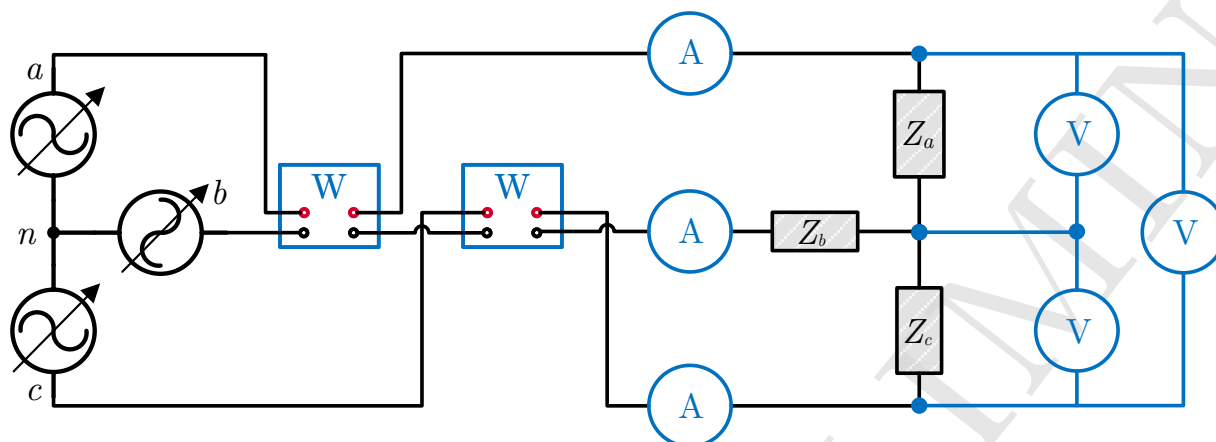

Figura 4: Circuito para la medición de voltajes, corrientes y potencias trifásicas en estrella desbalanceada 3 hilos.
1. Armar el circuito mostrado en la Figura 4 con $Z_a = 300 + j300 - j600 \Omega$, $Z_b = 400 + j600 - j400 \Omega$, $Z_c = 600 + j1200 - j600 \Omega$. **Nótese que ya no hay conexión eléctrica entre el común de la fuente y el de la carga.** Nota: en caso utilizar wáttmetros de precisión, realizar la conexión indicada en la Figura 3(b). Es importante tomar en cuenta los factores multiplicativos de las distintas escalas que se estén utilizando.